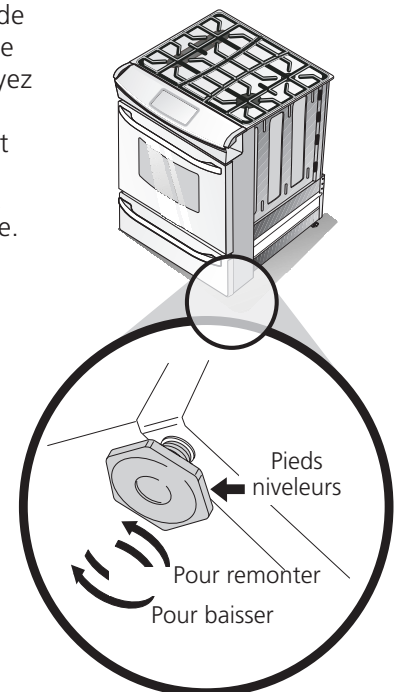

Figure 13
4. Mettez la cuisinière à niveau au besoin, en ajustant les 4 pieds niveleurs à l'aide d'une clé à molette (voir Figure 13). Un dégagement minimum de 1/8" (0.3 cm) est requis entre le bas de la cuisinière et les pieds niveleurs arrière pour disposer de suffisamment d'espace pour installer les supports anti-basculés.